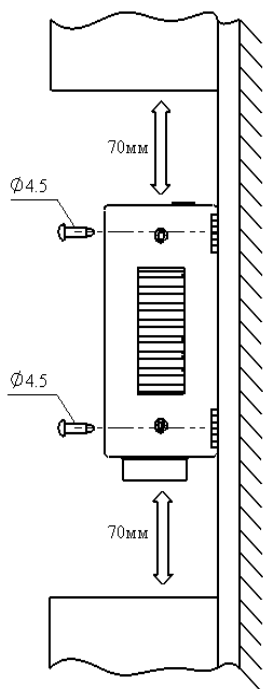

Рис. 1
- Для обеспечения естественной вентиляции необходимо оставить сверху и снизу устройства свободное пространство размером не менее 70 мм. (Рис. 1)